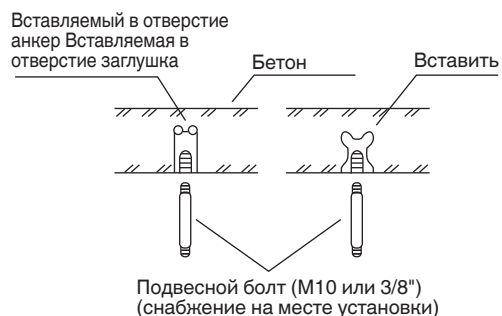
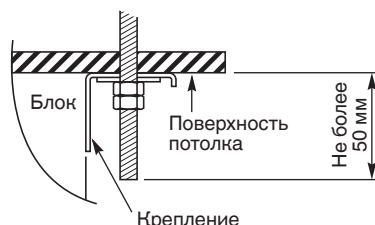

Рис. 3-6
Рис. 3-8
- Вставьте подвесные болты (Рис. 3-6) или
- Закрутите подвесные болты таким образом, чтобы они выступали из потолка (Рис. 3-6 и 3-7). Длина выступающей части болта не должна превышать 50 мм. (Рис. 3-8)